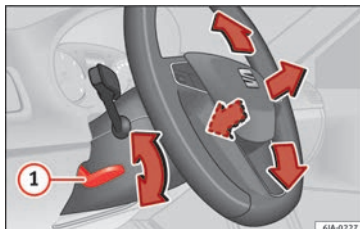

Abb. 14 Hebel auf der linken unteren Seite der Lenksäule.
Lenkradposition einstellen: Ziehen Sie den Hebel » » » **Abb. 14** ① nach unten, bringen Sie das Lenkrad in die gewünschte Position und